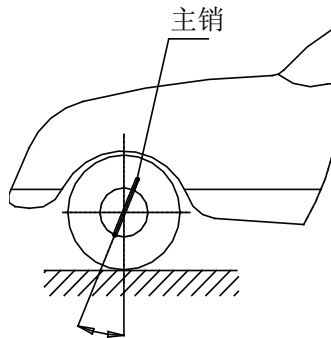

图1.4 主销后倾角示意图
- 主销后倾角(Caster)定义为由车侧看转向轴中心线与垂直线所成的夹角，向前为负，向后为正，如图1.4。主销后倾角的存在可使转向轴线与路面的交点在轮胎接地点的前方，可利用路面对轮胎的阻力让汽车保持直进，其原理就如购物推车的前轮会自动转至你施力的方向并保持直进一般。主销后倾角越大汽车的直进性越好，转向后方向盘的回复性也越好，但却会使转向变得沉重。一般汽车的主销后倾角大约在1~4°之间。